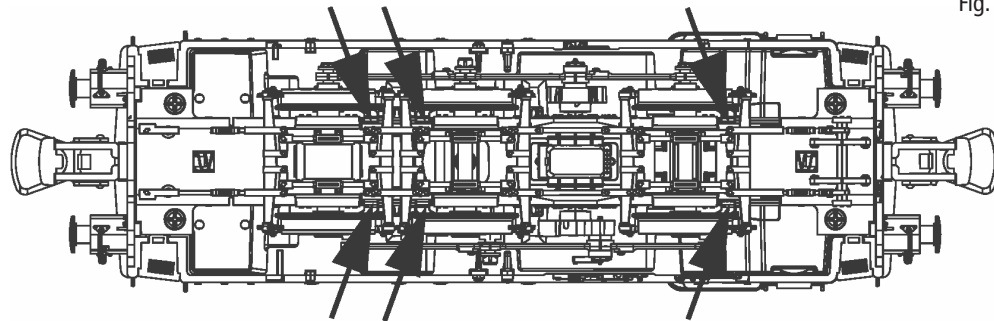

Fig. 8
2. Schmierung: Versehen Sie die im Schmierplan in Fig. 8 gekennzeichneten Stellen mit nur **kleinen Öltropfen**. Dazu zuerst das Lokgehäuse abnehmen (Fig. 3). Wir empfehlen den ROCO **Öler Art.-Nr. 10906**. Fürs Schmieren der Getriebeteile (Zahnräder, Schnecke) empfehlen wir das **ROCO-Spezialfett Art.-Nr. 10905**. Im Falle der Schmierung diese Teile **nicht ölen**.
1. Cleaning of wheel contacts: Wheel contacts easily get dirty on tracks which are not entirely clean. Use a small brush to **remove dirt** from spots marked in fig. 8.
2. Lubrication: Apply **tiny oil drops** to spots marked in fig. 8. Prior to lubrication dismantle locomotive (fig. 3). We recommend using item no. **10906, ROCO oiler**. For lubrication the gearparts (e.g. cogwheels, worm) we would recommend our ROCO **special grease** (item no. **10905**).
2. Graissage: N'appliquez **qu'une tout petite goutte** aux endroits indiqués par le plan de graissage (fig. 8) après avoir démonté la caisse de la locomotive (fig. 3). Nous vous recommandons **le graisseur à huile ROCO réf. 10906**. Pour graisser les engrenages (roues dentées, vis sans fin) nous vous conseillons la **graisse spéciale ROCO réf. 10905** pour engrenages en matières synthétiques. Lorsque vous utilisez cette graisse il faut éviter d'huiler ces composants.